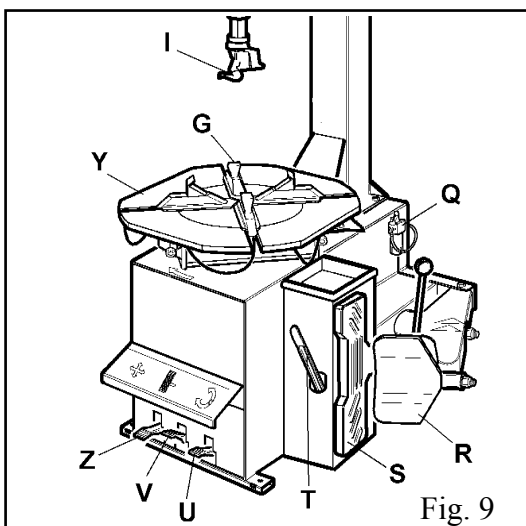

Fig. 9
-Reifen an die Gummianschläge auf der rechten Seite des Reifenmontiergerätes (S) anlegen.
-Wulstabdrücker (V) dem Wulst nähern, etwa 1 cm. Luft von Felgenrand lassen (Abb.9) und darauf beachten, daß der Abdrücker fehlerfrei auf den Reifen und nicht auf die Felge wirkt.
-Pedal (U) drücken, und das Abdrückblatt betätigen, loslassen, wenn das Blatt am Laufende angelangt ist.